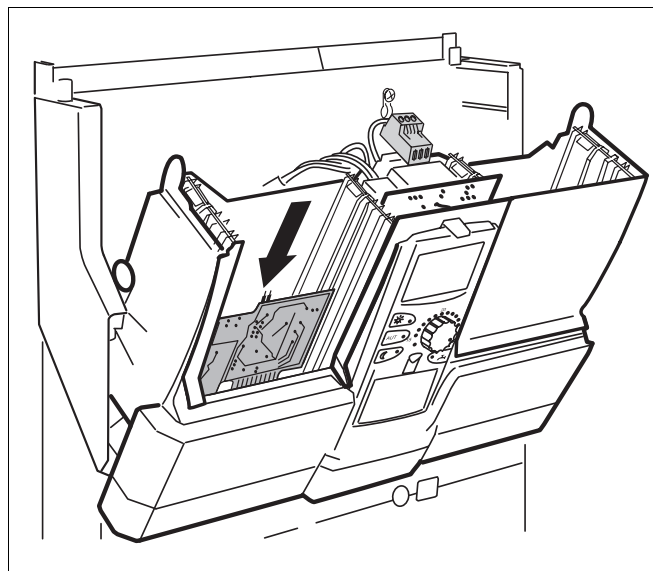

Abb. 8 Austausch des Moduls FM 451
- Die darunter liegende Platine - das Modul FM 451 - herausziehen (Abb. 8).